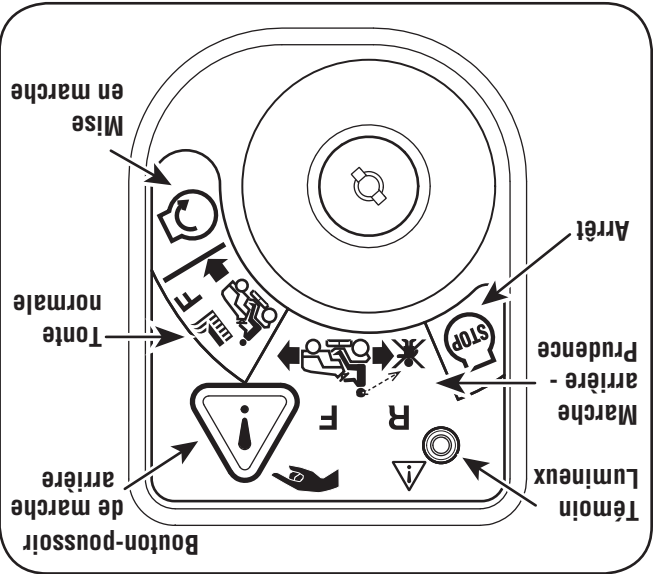

Figure 5-1
3. Appuyez sur le BOUTON-POUSSOIR DE MARCHÉ ARRIÈRE (Bouton triangulaire orange) dans le coin supérieur droit du module d'allumage. Le témoin lumineux rouge dans le coin supérieur gauche s'allume quand la marche arrière est embrayée. Voir la Figure 5-1.